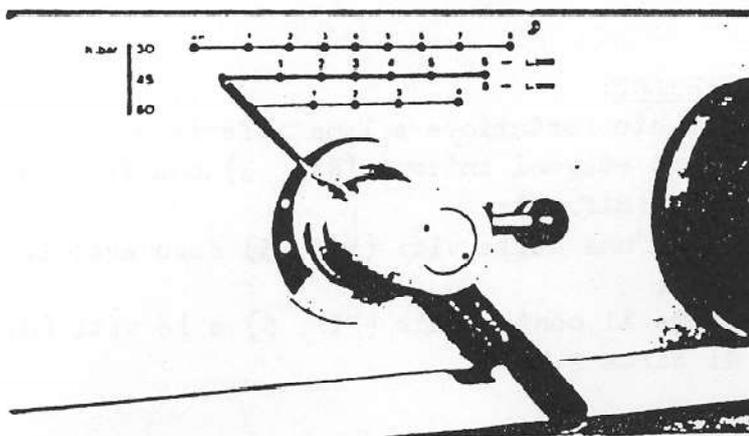

FIG. 3-16
- Regolare la cesoia in gioco minimo ed angolo di taglio minimo (Fig. 3-16).
- d) Accertarsi che non ci siano contatti fra le lame. Per procedere a tale verifica ci si può riportare a quanto indicato in 3-3-1 (Fig. 3-16).